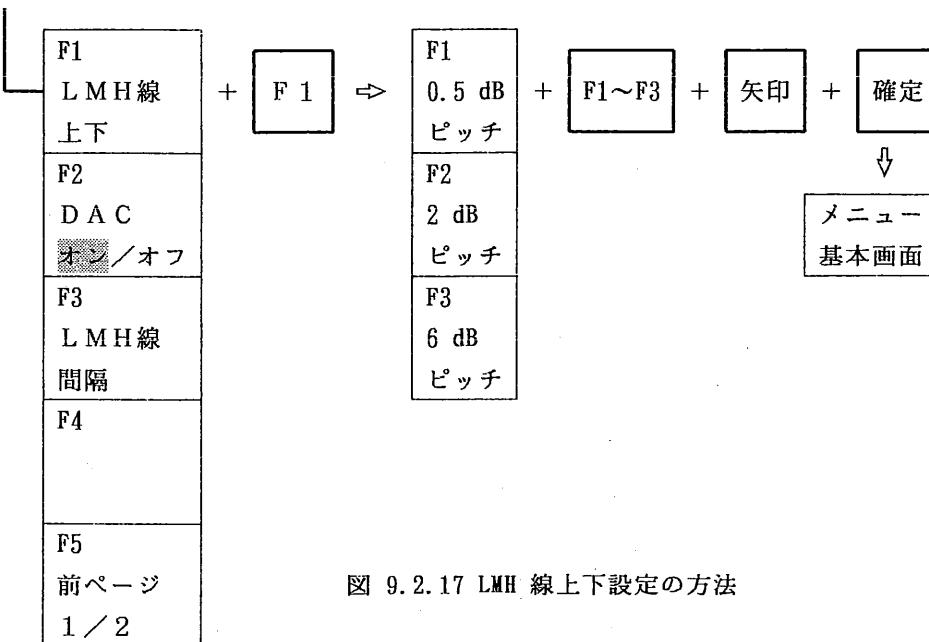

図 9.2.17 LMH 線上下設定の方法
- ① 選択キー [F 4] を 1 回押すと図 9.2.17 の選択メニューが表示されます。更に選択キー [5] を 1 回押すと図 9.2.17 の選択メニューが表示されます。
- ② 更に、この [L M H 線上下] 機能を作動させるためには、選択キー [F 1] を 1 回押します。表示器のメニュー表示エリアには図 9.2.17 のように、上下のために入力するゲインのピッチを選択する選択メニューが表示されます。